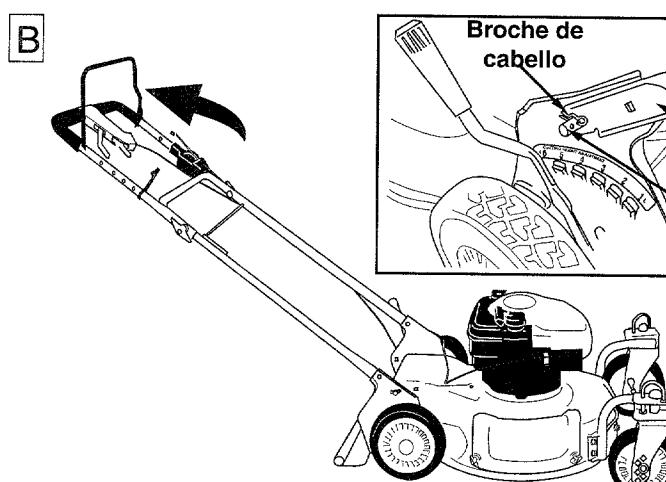

Figura 3
- Usando un par de pinzas, inserte el broche del cable dentro del orificio interior de la clavija soldada. Repita del otro lado. Vea el recuadro de la Figura 3.